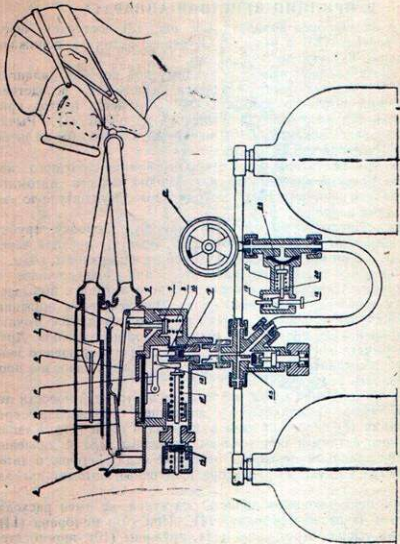

Рис. 13
Воздух из баллонов аппарата (см. рис. 13) поступает через открытый вентиль (23) в редуктор легочного автомата, понижающий давление воздуха до 5—7 кг/см².